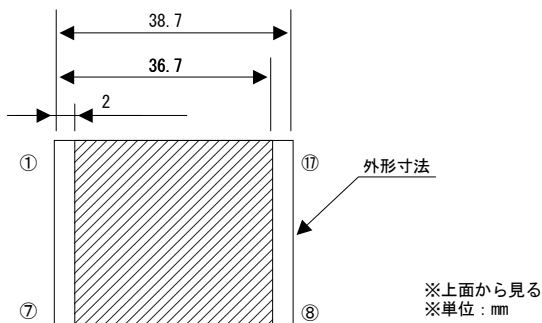

図6.3 パターン配線禁止エリア
- 電源取付基板の電源を実装する面で、絶縁不良を起こす恐れがあるので、図6.3の斜線部へのパターン配線等は避けてください。